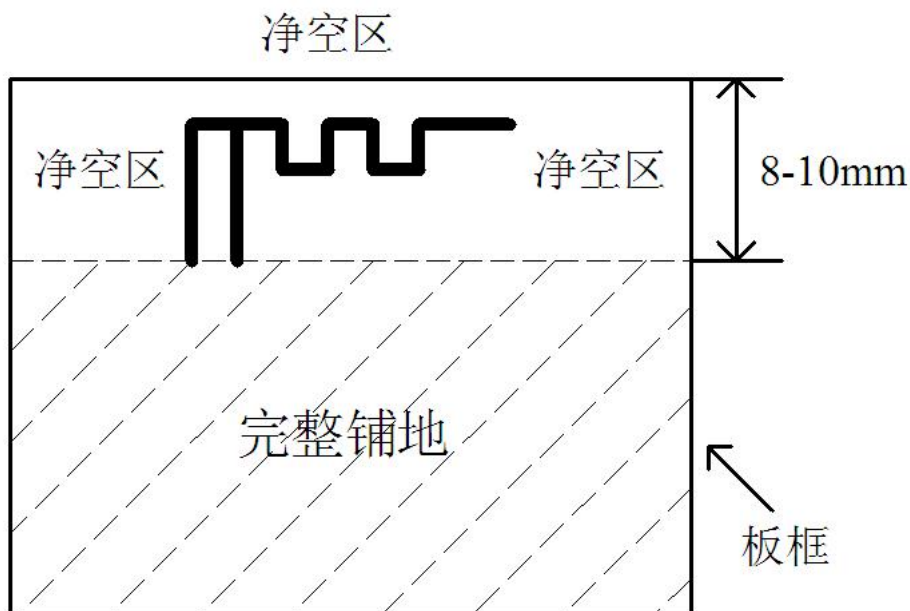

图 3
1. 板载天线 Layout 时，板框边缘留 8-10mm 左右的净空区域用于设计和摆放天线，建议板载天线上覆盖阻焊油墨以防止氧化，同时要保证天线附近没有任何金属器件（如：电池、金属插座、按键、布线、螺丝等），另外天线下方的铺地是 RF 天线的辐射回路，需保证芯片及天线附近下方铺地平面的完整性，各层地平面多用过孔连接，如图 3 所示。